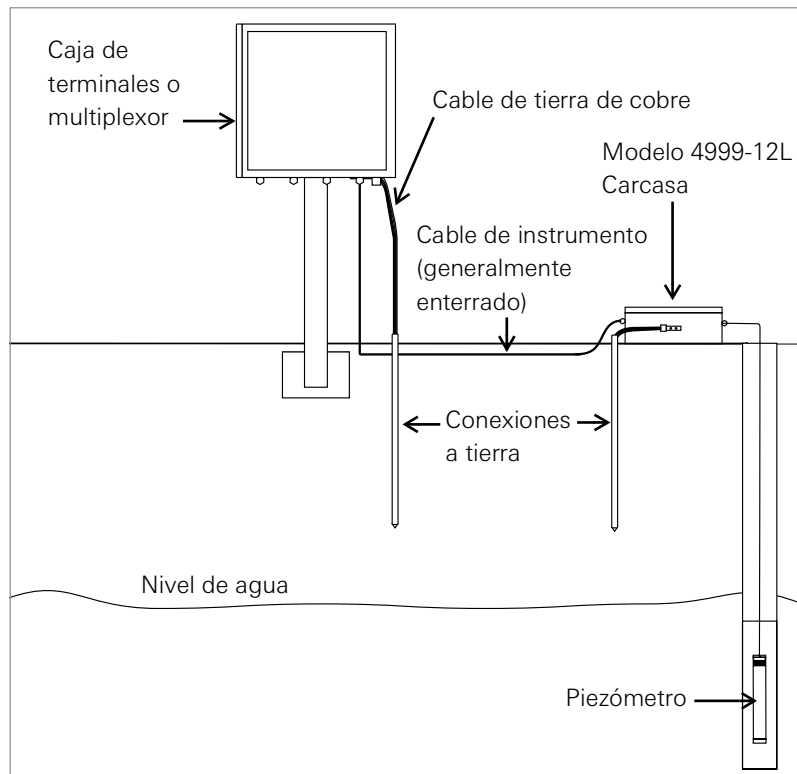

FIGURA 7: Esquema de protección contra rayos recomendado
- La colocación de un tablero supresor de rayos (Modelo 4999-12L), alineado con el cable y lo más cerca posible del piezómetro instalado (vea la Figura 7). Estas unidades utilizan supresores de tensión y diodos transzorbs como protección adicional para el piezómetro. Este es el método recomendado de protección contra rayos.